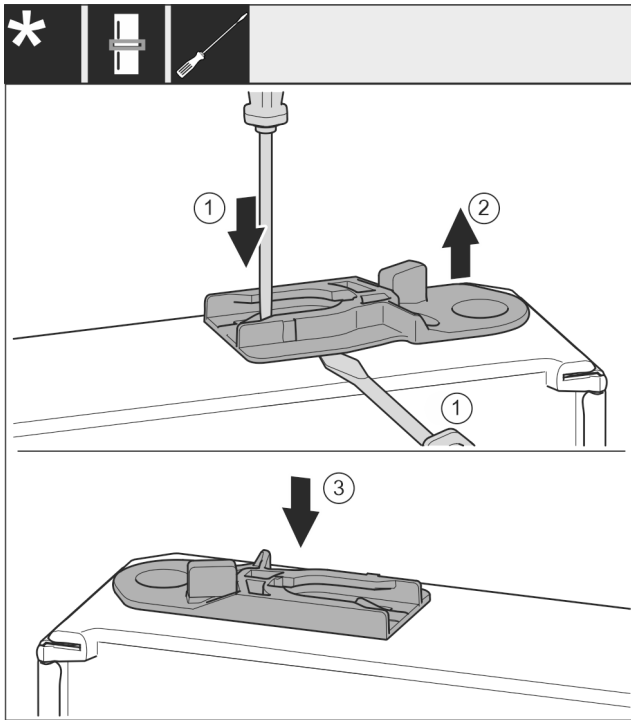

Fig. 51 *
- Húzza ki a vezetőhüvelyt: Nyomja a fedőlemezt Fig. 51 (1) lapos csavarhúzóval, és közben nyúljon lapos csavarhúzóval a vezetőhüvely Fig. 51 (2) alá.*
- Tolja be a kiszállított csomagban található vezetőhüvelyt Fig. 51 (3) a ház másik oldalára.*